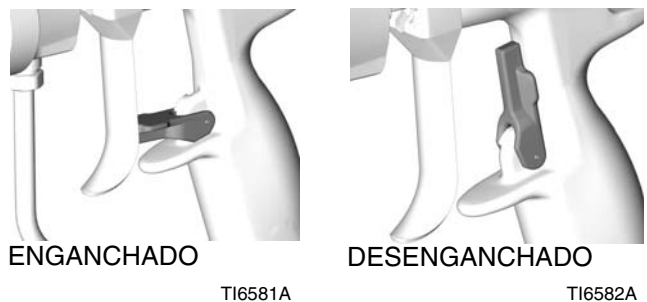

FIG. 12
1. Enganche el seguro del gatillo. Vea FIG. 12.
4. Desenganche el seguro gatillo. Vea FIG. 12.
7. Enganche el seguro del gatillo. Vea FIG. 12.